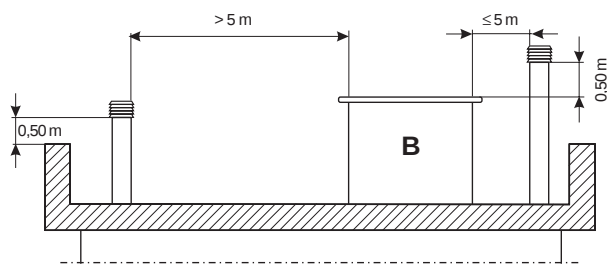

Fig. 5.2.4
- Sur les figures 5.2.4 (TOIT PLAT; **B** Volume technique) et 5.2.5 (TOIT INCLINE; **B** Au-dessus du comble) sont représentées les données du tableau des prescriptions UNI 10683/98 relatives aux distances et à l'emplacement des cheminées.